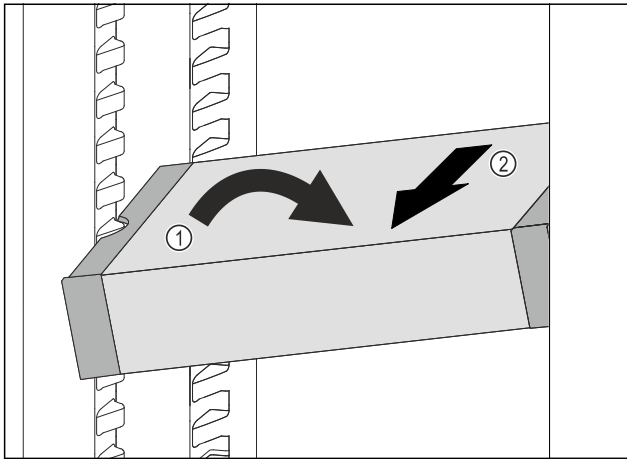

Fig. 69
- ▶ VarioSafe in het koelgedeelte schuin zetten. Fig. 69 (1)
- ▶ VarioSafe naar voren toe verwijderen. Fig. 69 (2)